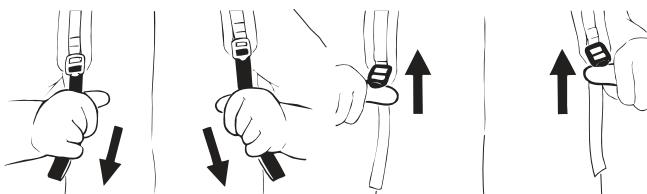

Рис. 6
5. Используя штатные плечевые ремни, наденьте устройство на оба плеча. Отрегулируйте длину плечевых ремней так, чтобы устройство плотно прилегало к спине (Рис. 6).